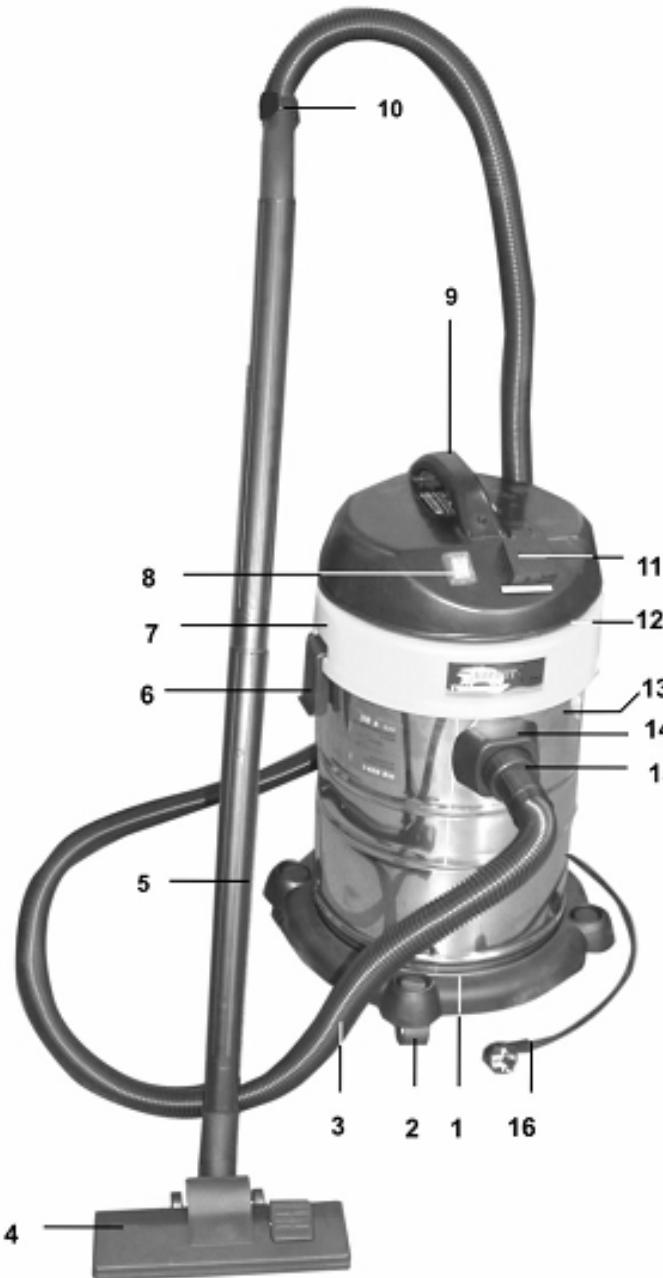

Рис. 2
Пылесос состоит из следующих сборочных единиц и деталей (Рис.2):
### 8.1. Установка роликов (Рис.2)
12.3. Регулярно очищайте ролики 2 (Рис.2) от пыли и грязи, а также от намотанной ворссы, ткани и т.п.
После установки соответствующего фильтра за ручку 9 правильно установите секцию 7 на бак 13 и заблокируйте два замка 6 (Рис.2).